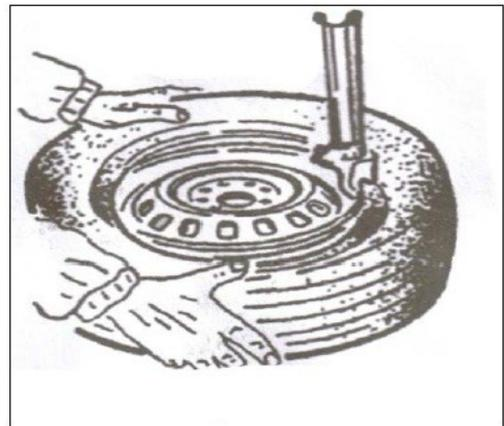

FIG 22
**4.2.3** S'il ya une chambre à air, placez-la dans le pneu et fixer la valve. De la même manière mettre le talon supérieur en place selon la méthode indiqué ci-dessus(fig22). Dans le processus de serrage de la jante sur la table, attention de ne pas vous pincer les mains entre la jante et les griffes de serrage.
Lors du gonflage du pneu, faites attention de bien suivre les explications de ce processus. Vérifiez le circuit d'air pour être certain que les connexions sont OK. Cette machine est équipée d'un manomètre de pression pour surveiller le gonflage du pneumatique et sa pression (fig22).